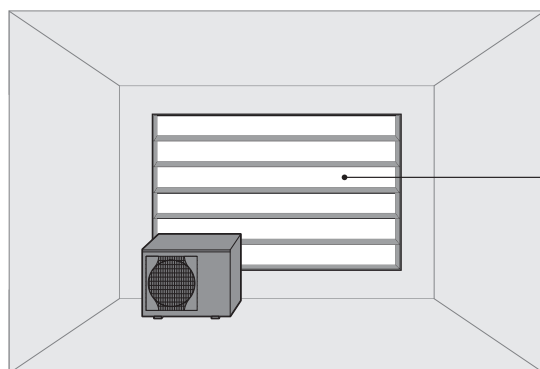

Bild 1: geöffnete Wand
Als Außenaufstellung gilt die Installation von kältemittelführenden Bauteilen in einem Raum, bei dem mindestens eine der längeren Wände nach außen hin offen ist. Dazu zählen auch Lüftungsschlitze nach außen, die eine Fläche (A) von mindestens 75% der Außenwände einnehmen (siehe Bild 1).